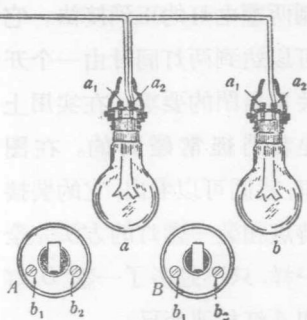

图 7. 正确接线的第一步
1. 装接灯头线：方法是先把地线从电源那里引来接到灯头 a 的接线柱 a_2 上，然后用另一段线也接在灯头 a 的 a_2 上，接妥后，引到灯头 b 的接线柱 a_2 上，妥为旋紧（见图 7）。这就是技工们习